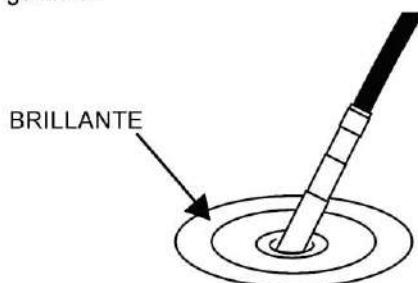

FIGURA 26.
- Una forma sencilla de darse cuenta que el concreto está bien vibrado es cuando en la superficie alrededor del cabezal vibrador se ve brillante y no salen burbujas de aire de él. Figura 26.